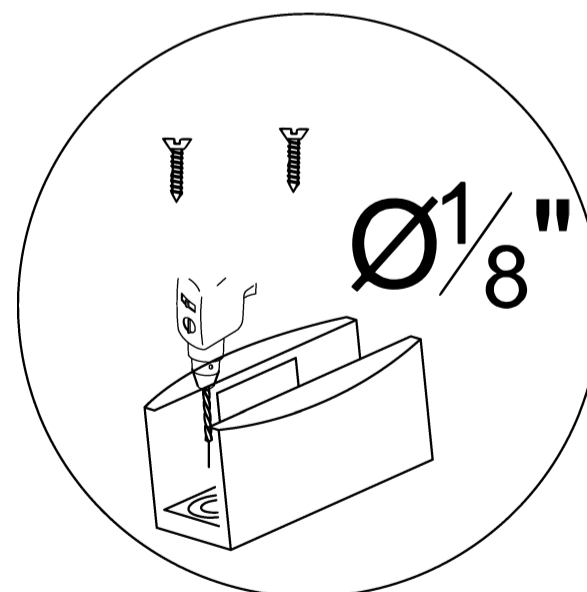

**Fig. 17**
16. Placez le séparateur de rail de porte coulissante (8) en position comme indiqué sur la Fig. 17 et marquez les positions des 2 trous de la base de la douche.
Voir la figure 17 pour plus de détails.